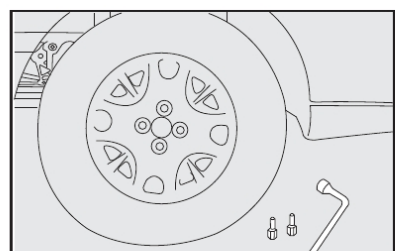

fig. 8
10) apertar os parafusos utilizando a chave de roda específica fig. 8.